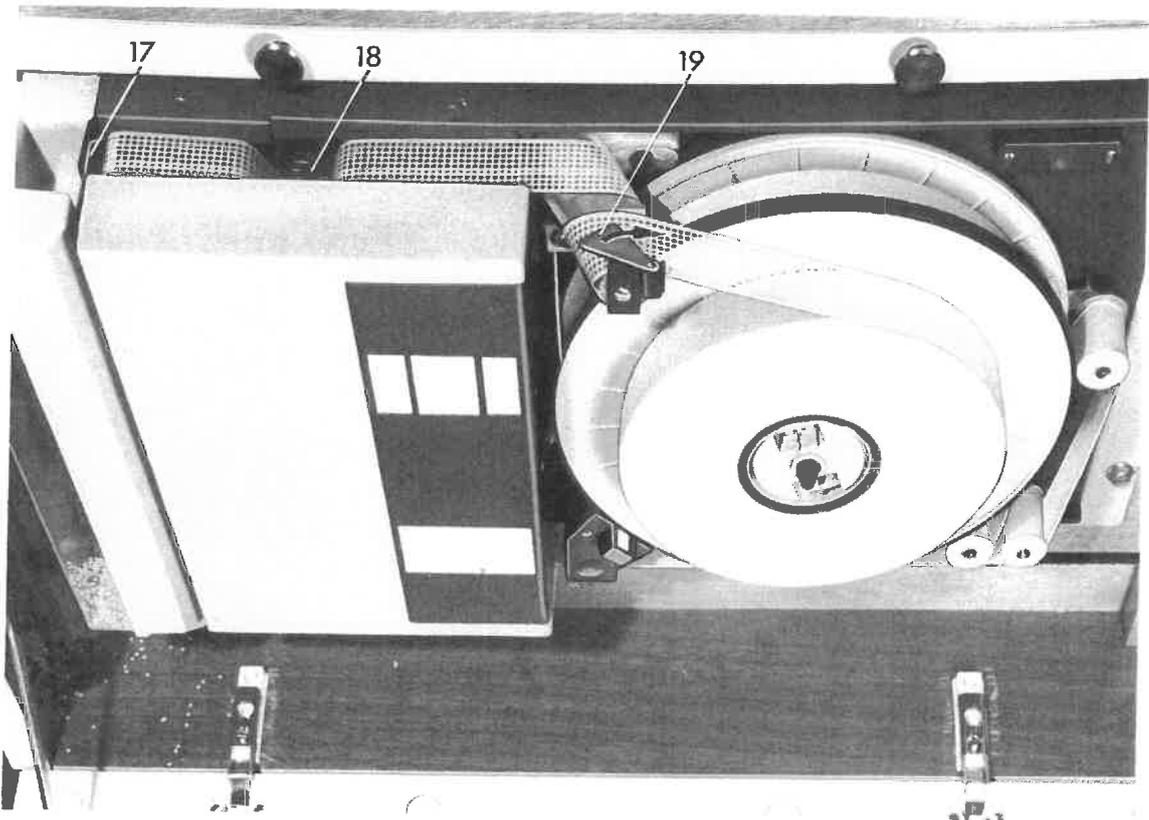

Abb. 5 Draufsicht mit Streifenverlauf
- Antriebsmotor zur Seite drücken und den Aufspulteller (6) wieder aufsetzen. Spreizverschluß (16) zusammendrücken. Spulenkörper aufsetzen und sichern durch Eindrücken der Buchse PUSH.
- Lochstreifen einmal spiralförmig um den Kletterstift (3) wickeln (siehe auch Abb. 5).
Die Schiene (17) Abb. 5 ist fest, die Schiene (19) Abb. 5 beweglich, und zum Abreißen in Pfeilrichtung drehbar.
- Nachdem der Lochstreifen auf dem Aufspulteller aufgespult wurde, die Sperre durch den Spreizverschluß (16) Abb. 3 lösen. Streifenrolle abnehmen und den Streifen an der Abreißschiene (19) Abb. 5 abreißen.